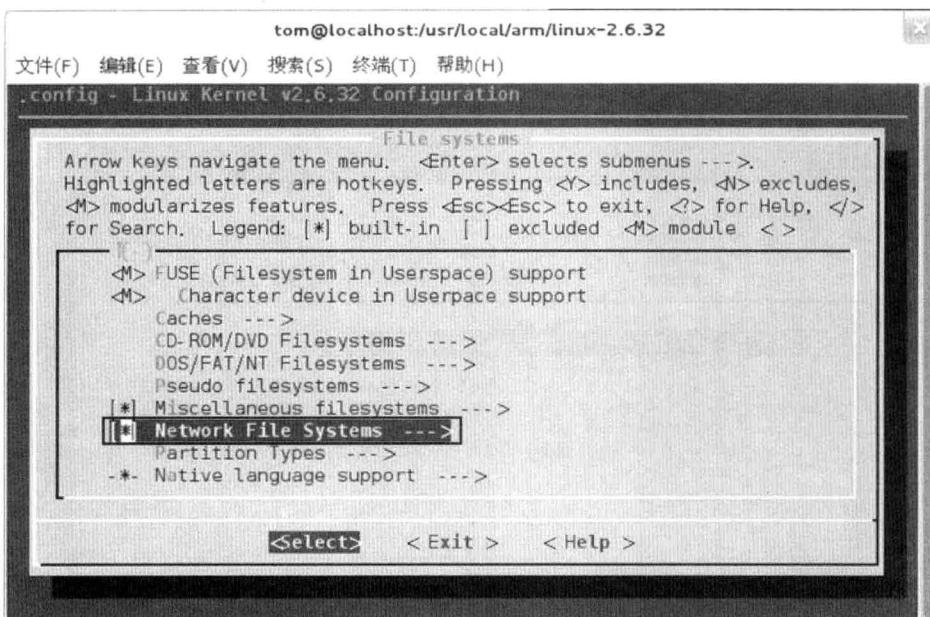
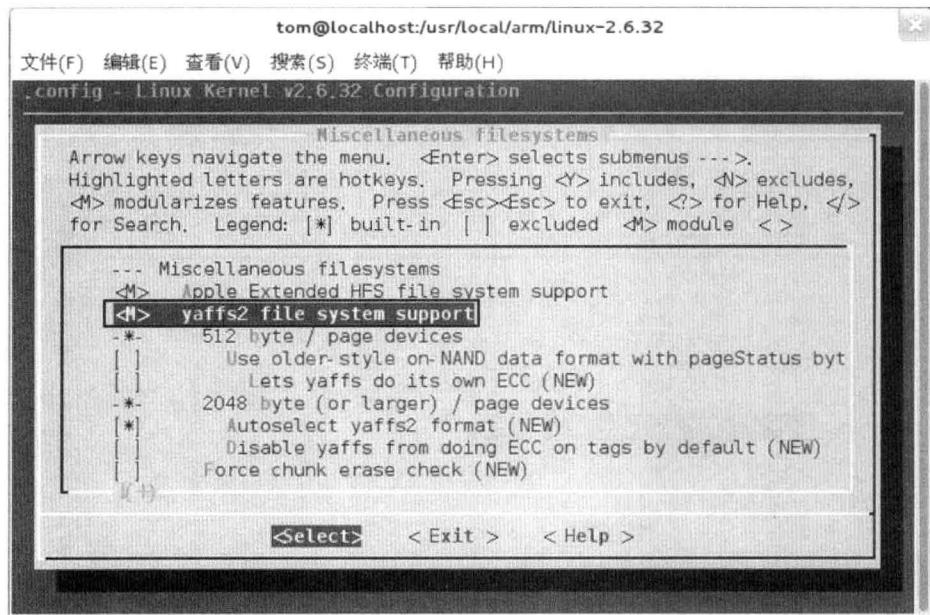

图 4.21 对 NFS 的支持
图 4.22 对 YAFFS2 的支持
(14) 文件系统选择也是比较重要的部分，在文件系统配置选项时，应该根据所用的文件系统来添加对应的文件系统支持。笔者用到了网络文件系统和 YAFFS2 文件系统，在内核中添加对 NFS 和 YAFFS2 文件系统的支持，如图 4.21 和图 4.22 所示。